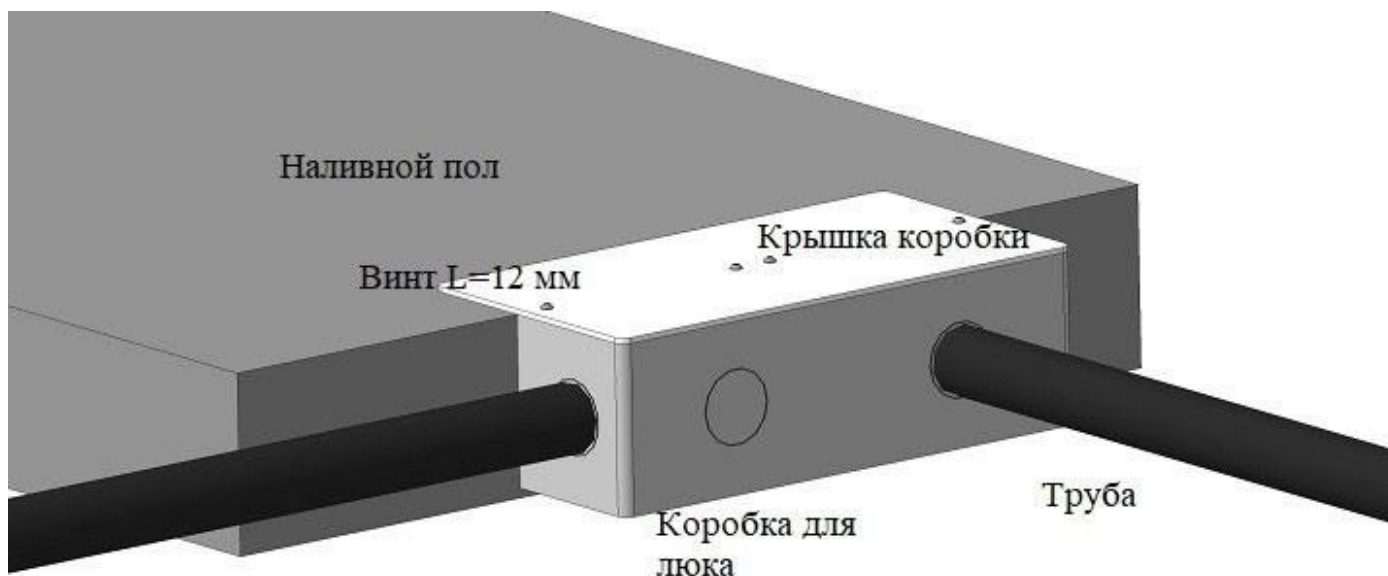

Рис. 4
2. В коробке удалить защитные вкладыши в перфорированных отверстиях и завести предварительно проложенные на полу трубы с кабелем в коробку (рис. 4).